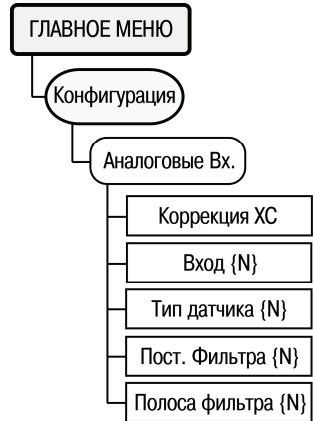

Рисунок 6.5
6.6.3 Для настройки аналоговых входов предназначен пункт меню **«//Конфигурация/Аналоговые Вх.»** (рисунок 6.5).